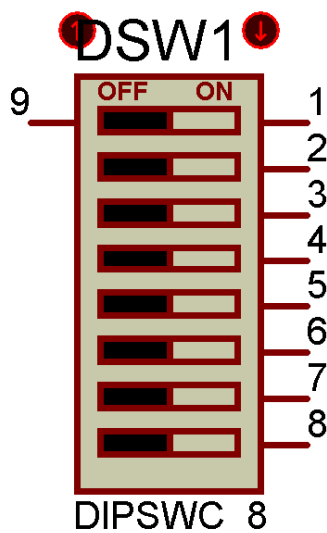

Рисунок 30 – Переключатель DIPSWC\_8
**Светодиодные индикаторы и кнопки.** Светодиоды и кнопки используются для отладки и макетирования систем. На схеме №1 содержатся перечисленные ниже блоки. Восьмикомпонентный переключатель DIPSWC\_8 (рисунок 30). Переключатель имеет 1 вход и 8 выходов. На вход подается логическая 1 (питание). Переключатель в положении «ON» соответствует логической 1 на указанном выходе переключателя. Положению «OFF» соответствует логический 0. Переключатель подключен к портам PA0-PA7, настроенным на ввод данных. Переключатель DIPSWC\_8 заменяет собой восемь кнопок. Порт B настроен как выход. К выводам PB0-PB7 подключены светодиоды, загорающиеся при логической 1 на выходе.